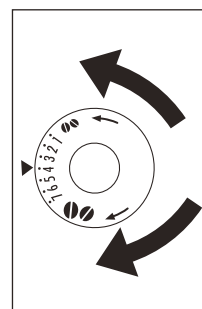

Fig. 40
- ▶ Para uma dispensa mais lenta e um café mais cremoso, rode um "clique" no sentido contrário ao dos ponteiros do relógio (café pré-moído mais fino). Para uma dispensa mais rápida (e não uma gota de cada vez), rode um "clique" no sentido dos ponteiros do relógio (café pré-moído mais grosso) (Fig. 40).